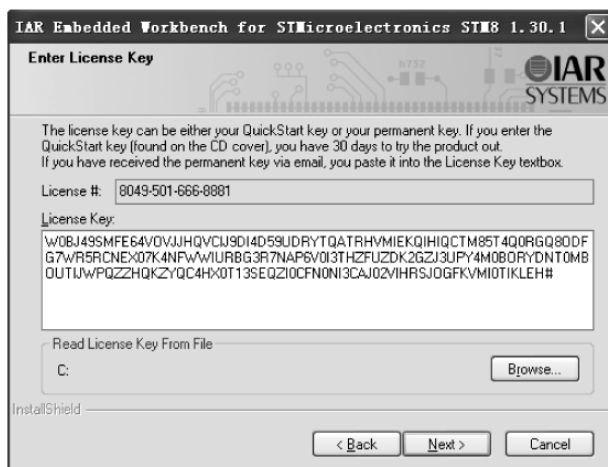

图 2.5 输入 Key
(3) 输入 STM8 的 License number 和 Key,单击 Next 按钮,如图 2.5 所示。